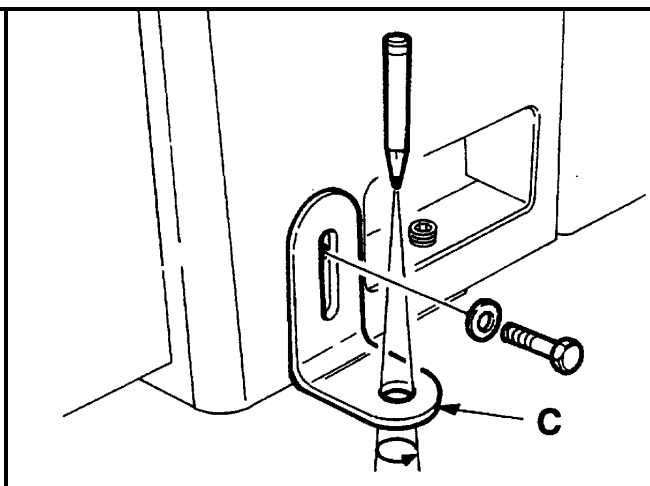

Fig. 05-02
- Inserire gli appositi squadretti "C" nei punti prestabiliti ed avvitarli nei fori ricavati nella struttura (**Fig. 05-02**).